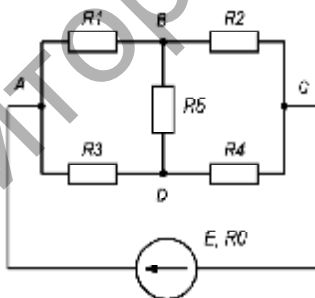

Рисунок 1.22
**Задача 1.12.** Определить силу тока источника, а также ток на указанном резисторе мостовой схемы (рис. 1.22), используя исходные данные таблицы 1.12.